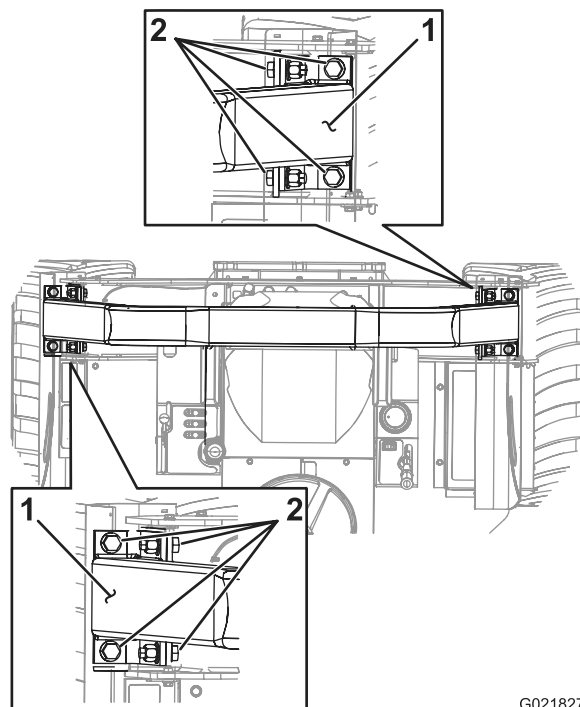

Рисунок 97
1. Убедитесь в том, что 8 болтов крепления штанги ROPS к шасси машины затянуты с моментом от 24,4 до 26,1 Нм (от 216 до 231 фунт-дюйма); см. Рисунок 97.